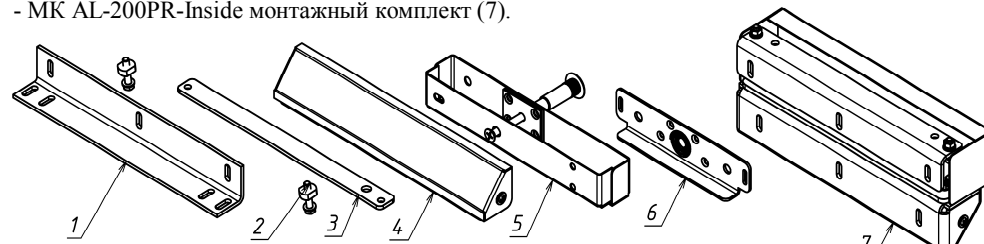

Рисунок 2
- По отдельным заказам поставляются следующие опции (рисунок 2):
- Монтажный L-уголок AL-200PR (1)
- Комплект крепежа 150-300-К (2)
- Планка М200 (3)
- МК AL-200PR Монтажный комплект (4)
- Комплект смещения якоря 200PR (5)
- Комплект 180P (6)
- МК AL-200PR-Inside монтажный комплект (7).